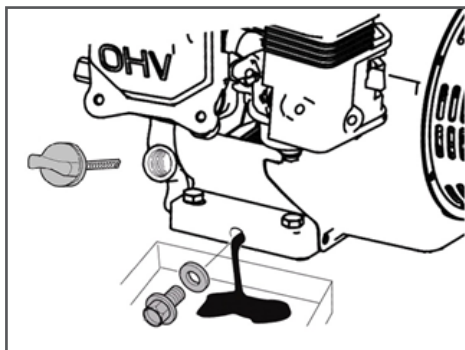

Рис. 16 Замена моторного масла
2. Очистите от загрязнений зону вокруг маслозаливной горловины. Извлеките щуп из маслозаливной горловины и протрите его чистой ветошью (Рис. 16).
3. Выкрутите болт отверстия для слива масла и слейте отработанное масло в подготовленную для этого емкость (Рис. 16).